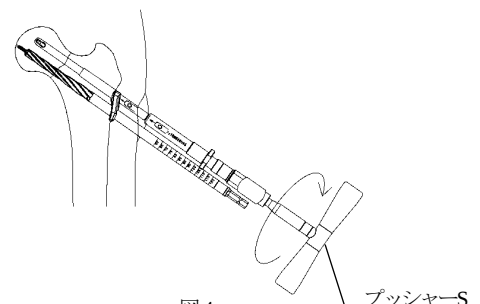

図4
- 4) プッシャーSを挿入し，ハンドルをしっかりと把持しながらプッシャーSを右に回し，フックを突出させます。（図4）